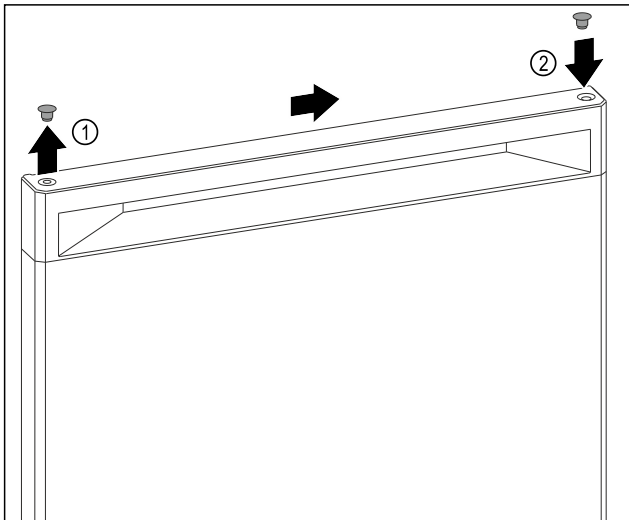

Fig. 7
- ▶ Обережно підніміть заглушки у верхній частині дверцят Fig. 7 (1) за допомогою шліцевої викрутки.
- ▶ Вставте заглушки з протилежного боку Fig. 7 (2)